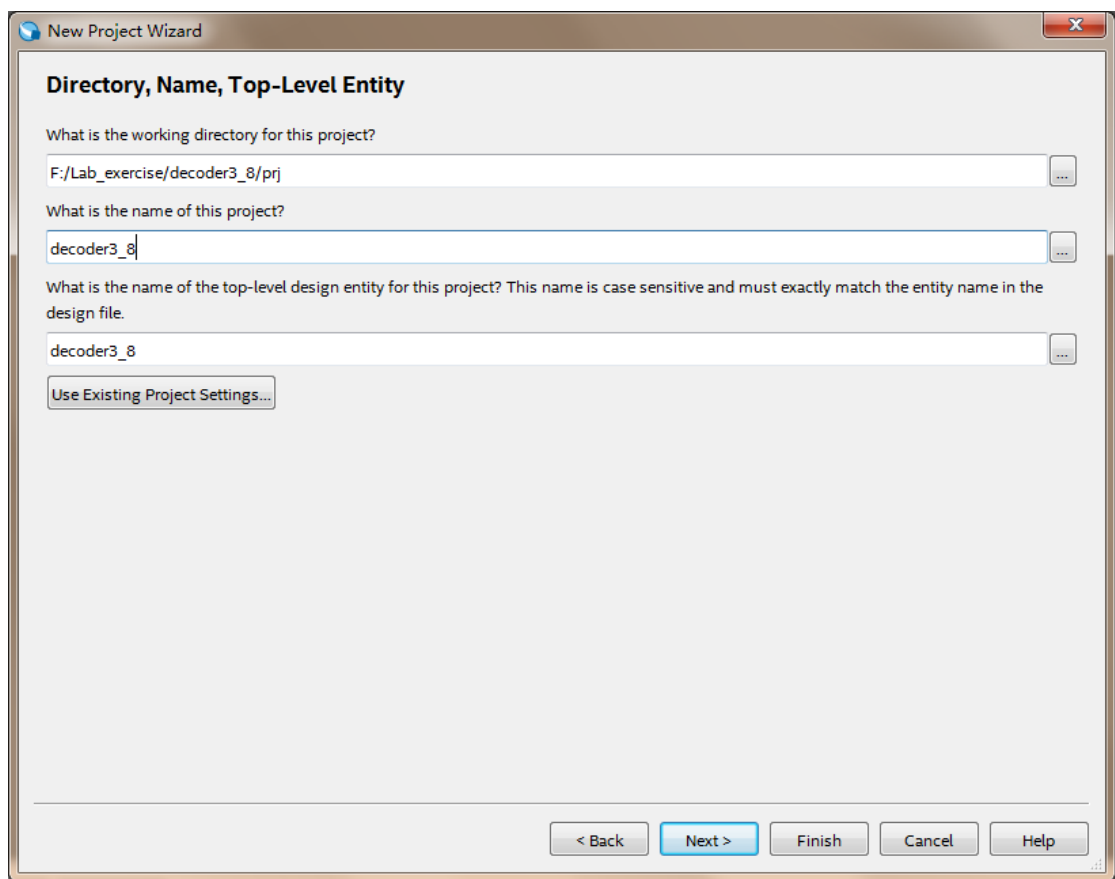
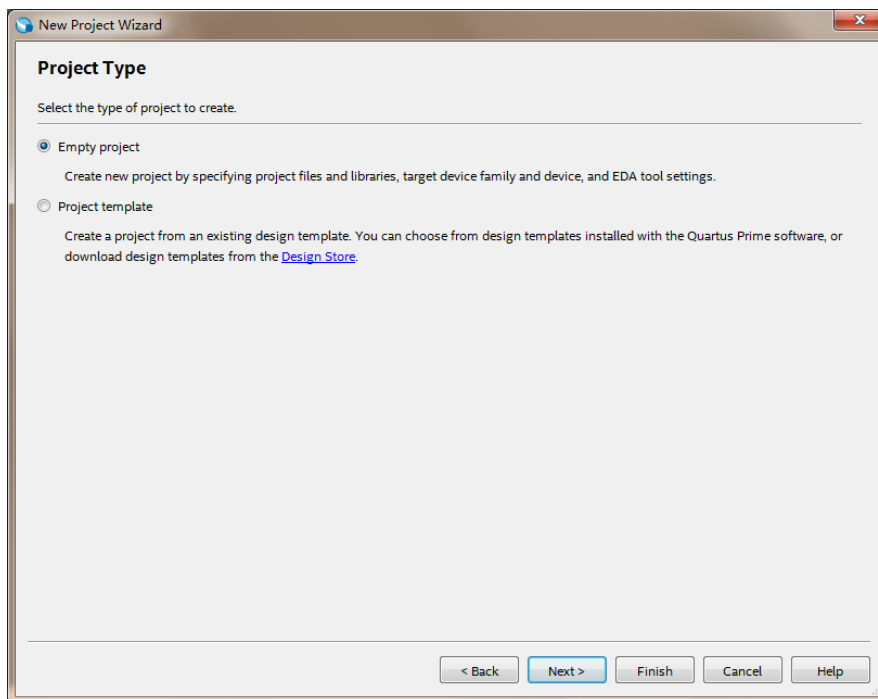
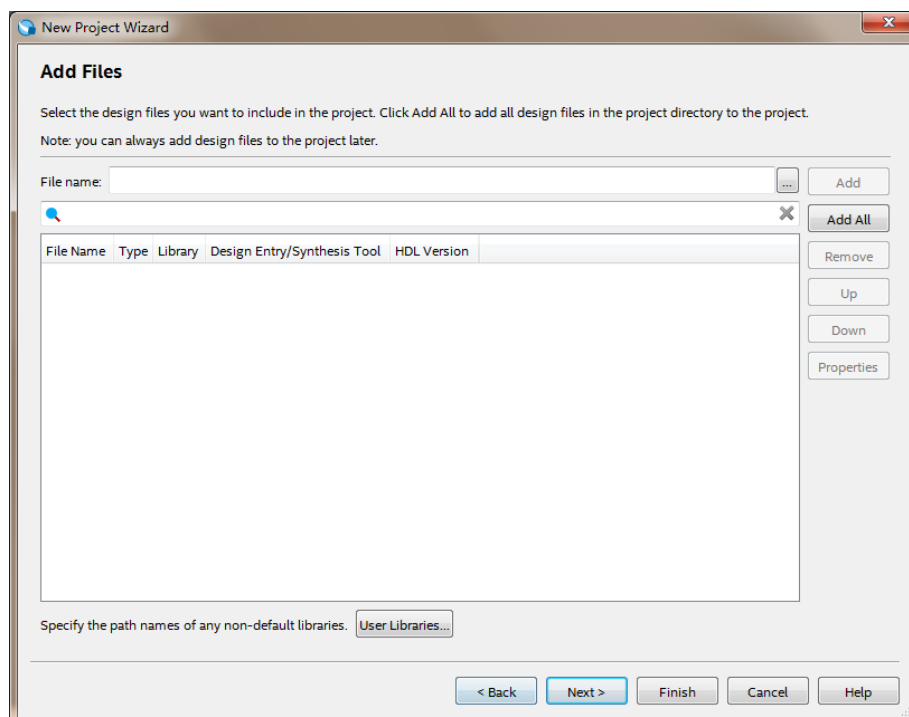

图 2.5.6
图 2.5.7
图 2.5.8
2. 点击 Next 按钮，显示图 2.5.6 所示窗口。
在图 2.5.6 所示的对话框中，首先，需要设定工程所在的工作目录，我们选择工程目录 F:\Lab\_exercise\decoder3\_8\prj，当然也可以选择其它的文件夹作为工作目录。其次，每个工程必须有一个名字。最后，设定顶层模块名，默认情况下，顶层模块名与工程名一致，一般不需要修改。如图 2.5.6 所示，我们选择 decoder3\_8 作为工程名和顶层模块名。单击 Next。如果事先还没有创建 decoder3\_8 文件夹，Quartus Prime 会弹出一个对话框，询问是否新建 decoder3\_8 文件夹，点击 Yes。打开图 2.5.7 所示的窗口。
3. 在工程类型界面，如图 2.5.7 所示，您可以选择“Empty project”或者“Project template”选项。在这个例程中，我们选择“Empty project”选项，单击 Next，将会引出图 2.5.8 所示的窗口。